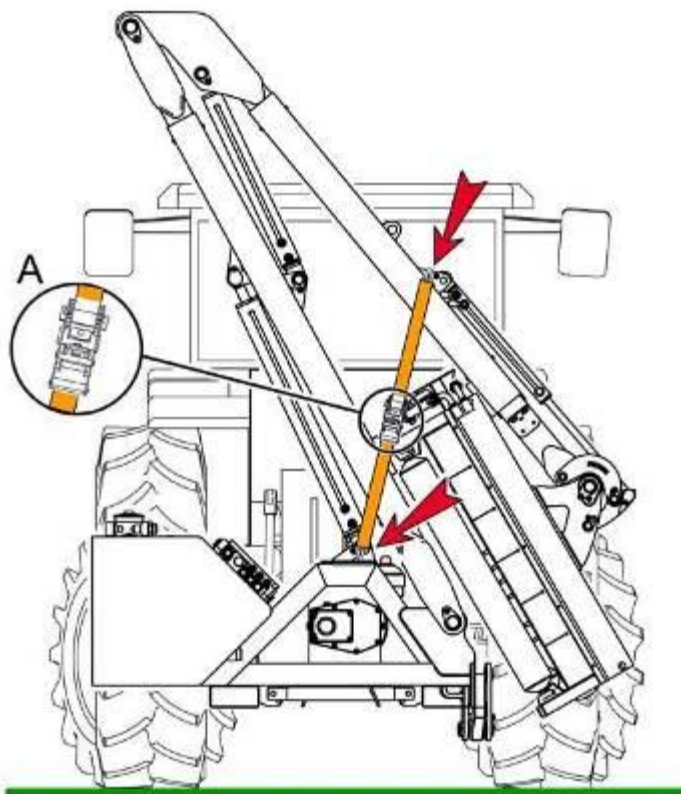

РИС. 6.10
- Зафиксировать стрелу и измельчитель специальным ремнем (РИС. 6.10).
- Ремень должен быть закреплен строго в местах обозначенных на (РИС. 6.10).